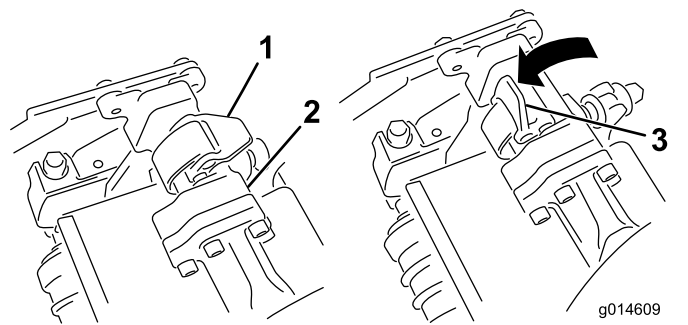
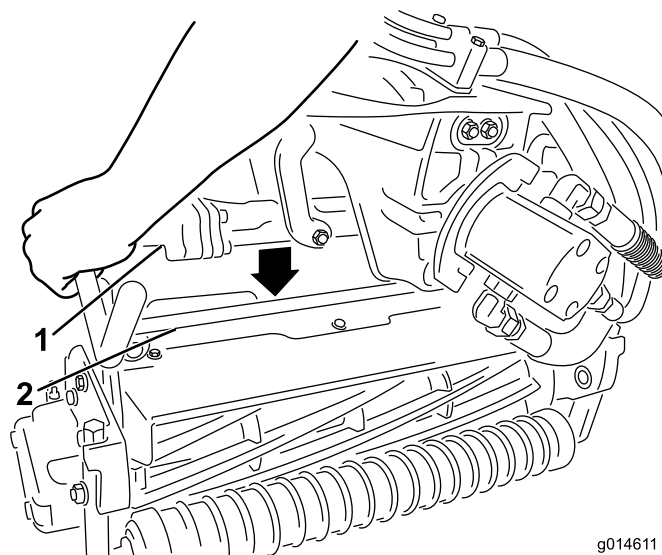

Figura 32
Figura 33
3. Con los enganches del brazo de suspensión orientados hacia arriba (es decir, abiertos (Figura 32), empuje hacia abajo el brazo de suspensión de modo que la barra encaje en la barra situada en la parte superior de la unidad de corte (Figura 33).
4. Presione los enganches hacia abajo alrededor de la barra de la unidad de corte y bloquéelas (Figura 32).
- Abra los enganches de la barra del brazo de suspensión de la unidad de corte que está retirando (Figura 32).